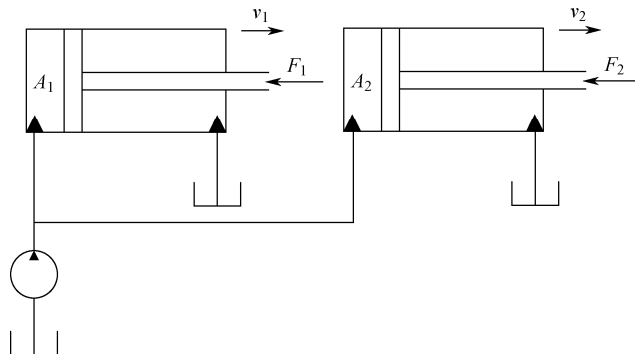

图 2-1-3
2. 图 2-1-3 所示为简化的液压系统,  $A_1=0.01\text{m}^2$ ,  $A_2=0.005\text{m}^2$ ,  $F_1=10\text{kN}$ ,  $F_2=8\text{kN}$ , 两液压缸先后动作, 要求活塞速度  $v_1=0.03\text{m/s}$ ,  $v_2=0.08\text{m/s}$ , 已知  $K_{\text{压}}=1.3$ ,  $K_{\text{漏}}=1.1$ 。现有如下液压泵: ①CB—15, ②CB—20, ③CB—27, ④YB—16, ⑤YB—21, ⑥YB—25。